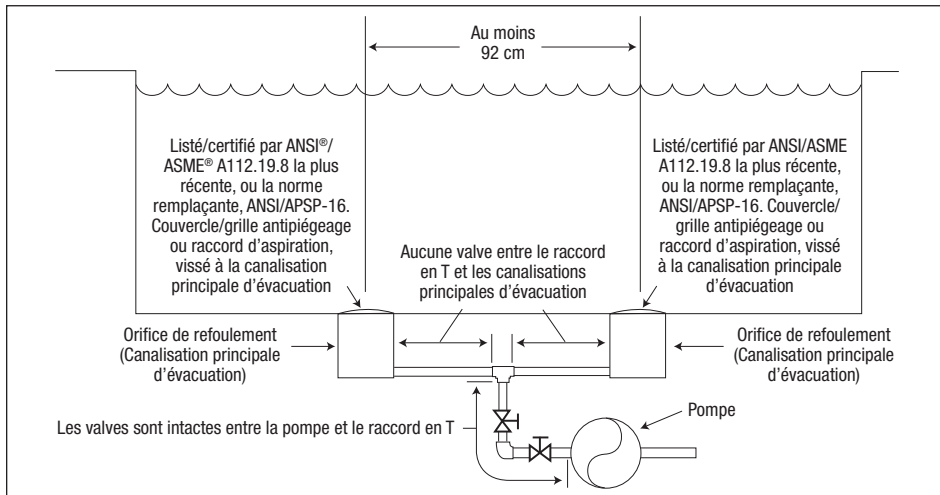

Figure 1. Nombre de sorties d'aspiration par pompe*
Le système *doit* être conçu pour inclure au moins deux sorties d'aspiration (canalisations d'évacuation) connectées à la pompe chaque fois que la pompe fonctionne. Cependant, si deux (2) canalisations principales d'évacuation aboutissent à une seule conduite d'aspiration, cette dernière peut être équipée d'une valve qui coupera les deux canalisations principales d'évacuation de la pompe. Le système devra être construit de manière à ne pas permettre une fermeture ou un isolement distinct ou indépendant de chaque canalisation d'évacuation. Voir la Figure 1.